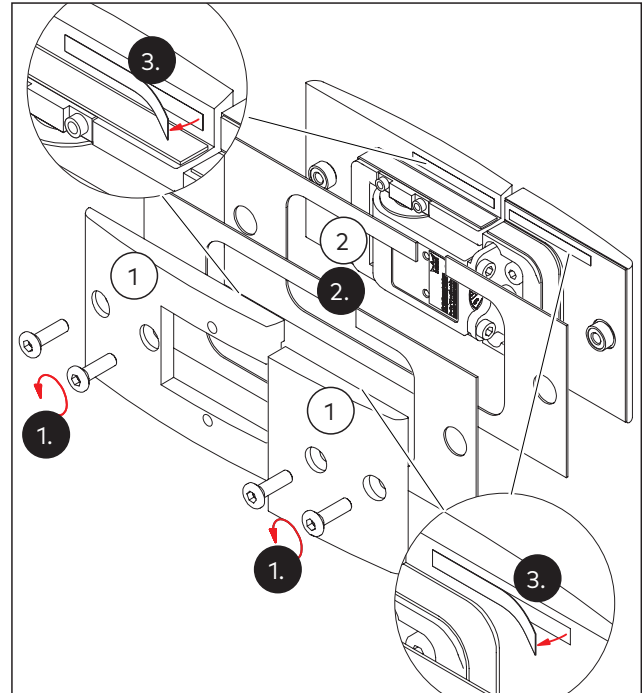

Fig. 28 Vorbereitung des Pendeltürbands
1. Die Gegenplatten (Abb. 28/1) abschrauben.
2. Die passenden Zwischenlagen (Abb. 28/2) nach Glasdicke auswählen (siehe Kapitel 4.2).